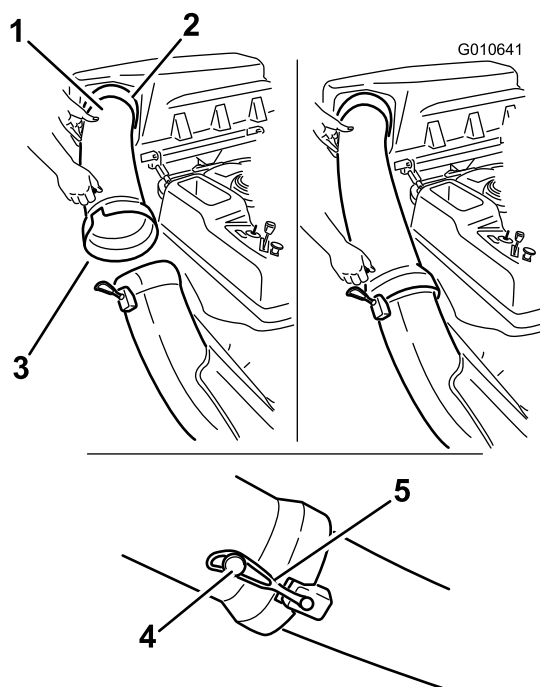

Figura 27
1. Glisați capătul curbat al tubului de evacuare în deschiderea de la partea de sus a sistemului de colectare (Figura 27).
2. Glisați capătul evazat al tubului de evacuare peste capătul jgheabului. Deplasați banda de fixare din cauciuc de pe elementele de fixare ale jgheabului peste buonul de pe tubul de descărcare pentru a-l fixa (Figura 27).